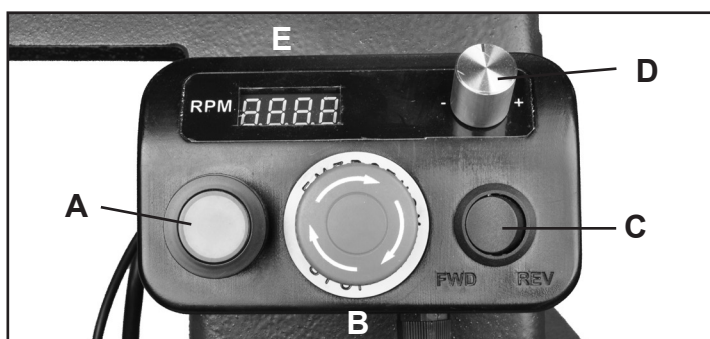

FIG. 6
Le tour présente un boîtier de commande avec cordon, FIG. 6 (#1E), avec des aimants sur son socle qui permettent de le placer sur le devant de la poupée fixe ou à n'importe quel endroit sur toute la longueur du banc de tour ! Quelque soit l'endroit jugé confortable par le tourneur pour qu'il puisse obtenir un accès rapide aux commandes de réglage de la vitesse de tournage, à la direction de rotation de la broche ou pour stopper le tour.
1. **BOUTON DE MISE EN MARCHÉ « ON »** (FIG. 6, A) Appuyer sur le bouton vert pour mettre le tour en marche « ON ». Appuyer sur le bouton rouge (B), en forme de champignon, pour stopper le tour « OFF ».
2. **BOUTON D'ARRÊT « STOP »** (B) En appuyant sur le gros bouton rouge le tour sera stoppé. Pour redémarrer le tour, tournez le bouton vers la droite en position OFF et il se déclenche pour se réarmer. Ensuite appuyer sur le bouton « ON » pour redémarrer le tour.
3. **INTERRUPTEUR AVANT / ARRIÈRE** (FIG. 6, C) Cet interrupteur de sélection permet de changer le sens de rotation du fourreau - vers la droite pour avancer ou vers la gauche pour reculer.
4. **BOUTON DE VITESSE RPM** (FIG. 6, D) Ce bouton contrôle la vitesse de rotation de la broche en tours par minute (RPM). Le Tour possède trois plages de vitesse variable ; 150-650, 400-1550, 850-3850 tours/minute. Les différentes vitesses de broche sont affichées sur l'écran LCD (E).
5. **LECTURE NUMÉRIQUE DE VITESSE EN RPM (TOURS PAR MINUTE)** (E) Affiche le nombre de tours par minute de la broche, selon le réglage spécifié par le bouton RPM (D). **REMARQUE** : La vitesse affichée peut varier de + - 5% en raison des variations de la tension d'entrée.